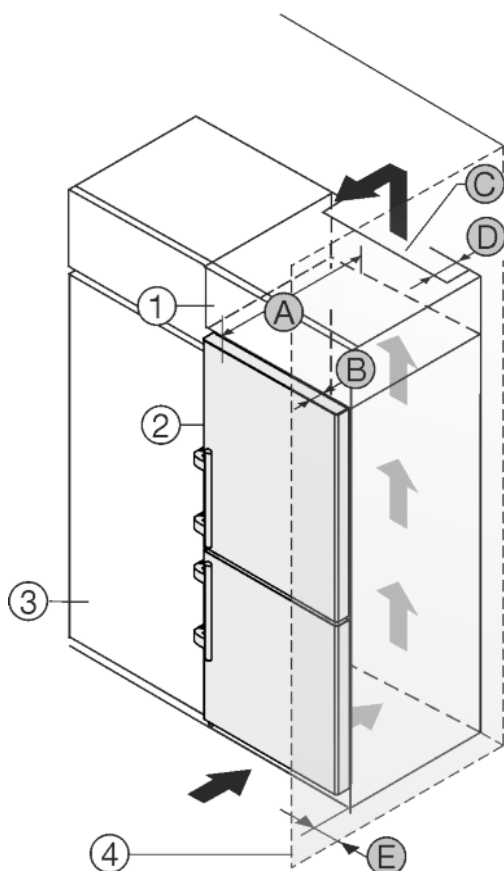

Fig. 27
Spotřebič lze zabudovat do kuchyňských skříní. K vyrovnání spotřebiče Fig. 27 (2) na výšku kuchyňské linky lze na přístroj nasadit nástavec Fig. 27 (1).
Spotřebič lze instalovat přímo vedle kuchyňské skříňky Fig. 27 (3). Aby bylo možné dvířka plně otevřít, musí spotřebič přesahovat o hloubku Fig. 27 (B) vůči přední linii kuchyňské skříňky. V závislosti na hloubce kuchyňských linek a použití vymezovačů odstupů od stěny může spotřebič vyčnívat dále.
- Na zadní straně skříňky nástavce musí být větrací šachta hluboká alespoň hloubku Fig. 27 (D) mm přes celou šířku nástavce skříňky.
- Pod stropem místnosti musí být dodržen ventilační průřez Fig. 27 (C).
Pokud je spotřebič se závěsy instalován vedle stěny Fig. 27 (4), musí být dodržena vzdálenost Fig. 27 (E) mezi spotřebičem a stěnou. To odpovídá přesahu madla při otevřených dveřích.